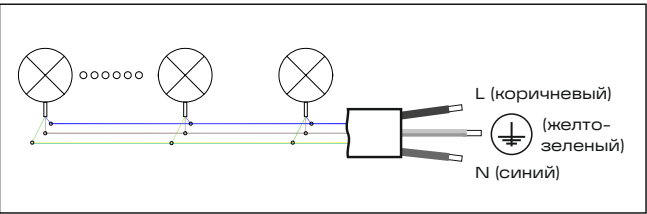

Рис. 3
- 5.14 Для выполнения электрических подключений обратиться к схеме на рис. 3. В одну линию монтируется не более 25 приборов